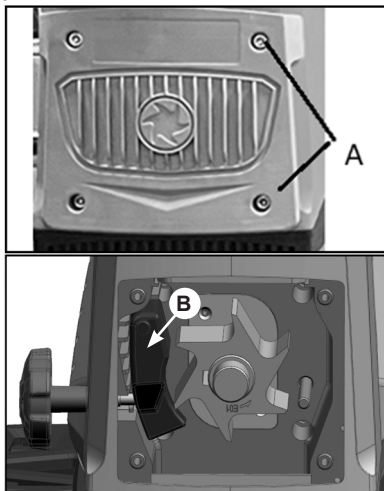

Рис. 9 Замена контрплиты
Для проведения осмотра состояния фрезы или замены контрплиты необходимо отключить измельчитель от сети и открутить 4 винта А (Рис. 9) крышки механизма измельчения.
2. Выньте контрплиту В (Рис. 9) и замените ее новой.